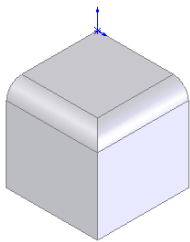

图 3-66 圆角的图形
**03** 确认圆角特征。单击“圆角”属性管理器中的“确定”图标按钮, 结果如图 3-66 所示。